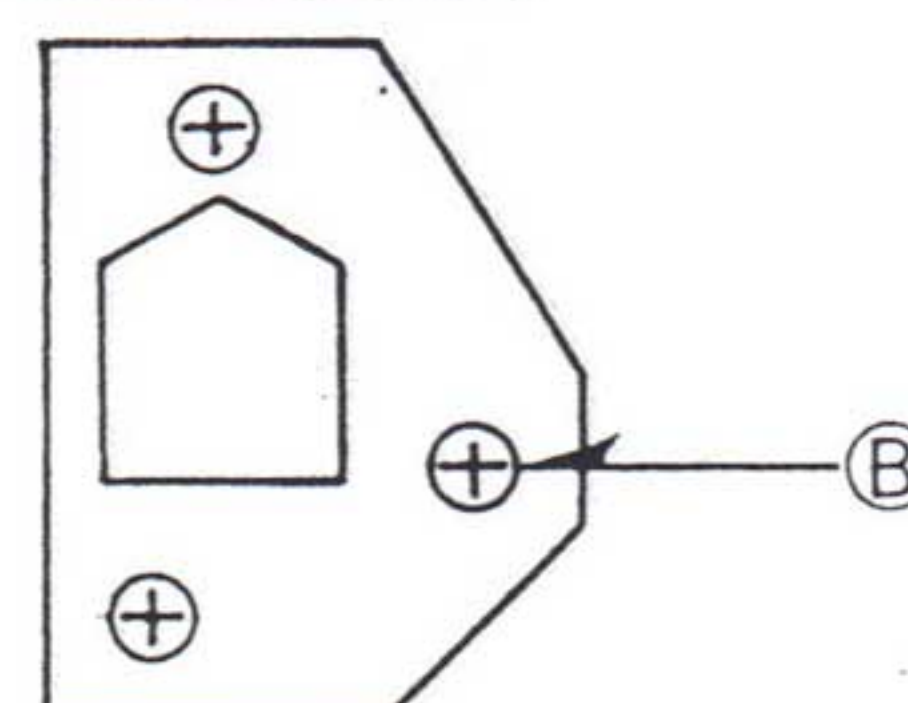

Fig. 20
4. Réglez la vis d'azimutage de la tête de lecture (Ⓑ), voir figure 20, jusqu'à ce que le niveau de sortie sur LINE OUT (sortie ligne) soit maximal.